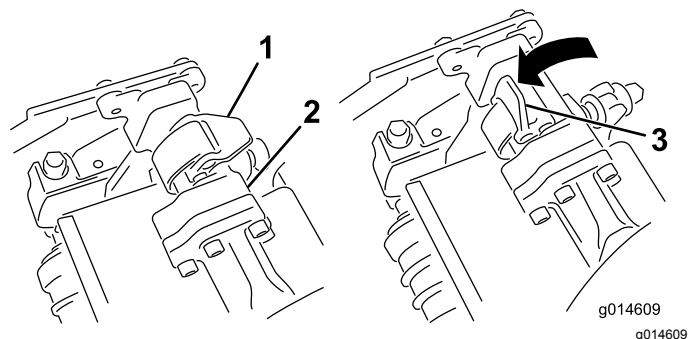
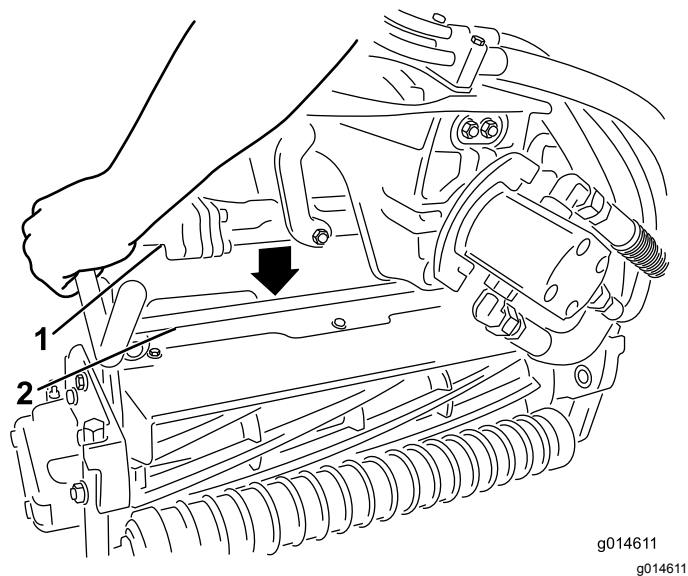

Figura 11
Figura 12
5. Con i fermi del braccio di sospensione rivolti verso l'alto (cioè aperti) (Figura 11), premete il braccio di sospensione verso il basso in modo che la barra si inserisca nella barra della parte superiore dell'apparato di taglio (Figura 12).
6. Chiudete i fermi spostandoli verso il basso e attorno alla barra dell'apparato di taglio, quindi bloccateli in posizione (Figura 11).